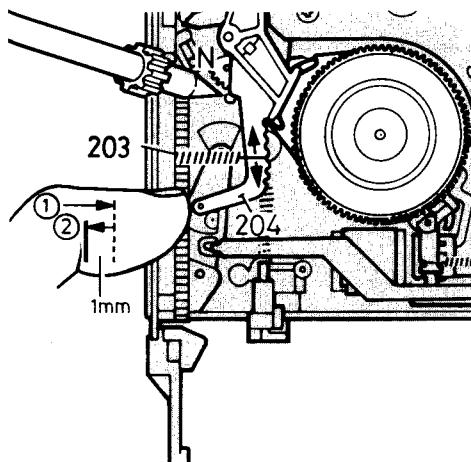

Bild 2-7
## 2.6 Einstellung der statischen Position der mechanischen Bandzugsregelung Bild 2-7
- Dadurch dass das Schwungrad des Kombimotors nach rechts gedreht wird, wird der Abwickelteller linksherum drehen. ① Wenn der Bandzugshebel Pos. 204 nun zu dem Wickelteller hin gedrückt wird (Bild 2-7), wird der Wickelteller stoppen. Eine leichte rutschende Bewegung ist zulässig. ② Wenn der Bandzugshebel 1 mm nach links bewegt wird, muss der Wickelteller wieder frei drehen.
- Dadurch daß mit dem Hilfswerkzeug Zahnrad N (Bild 2-7) eingestellt wird, muß vorgenannte Lage erreicht werden.
- Die Stellung an welcher die Feder Pos. 203 eingehängt ist (Bild 2.7) dahin ändern, dass der Phasenstoss (Phasensprung) des weissen Balkens unten im Bild weniger als 8  $\mu$ s ist. Der Phasenstoss von 8  $\mu$ s entspricht der Breite eines Farbbalkens.